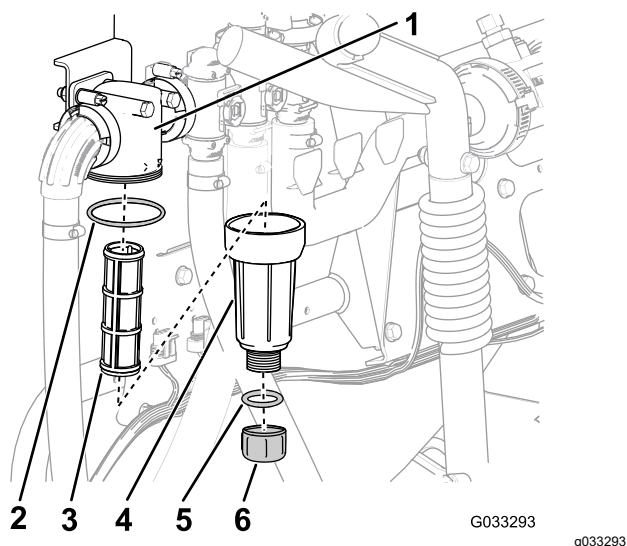

Figura 31
2. Alinhe um recipiente de escoamento debaixo do filtro de pressão (Figura 31).
3. Rode a tampa de drenagem no sentido contrário ao dos ponteiros do relógio e retire-a do recipiente do filtro de pressão (Figura 31).
4. Rode o recipiente no sentido contrário ao dos ponteiros do relógio e retire a cabeça do filtro (Figura 31).
5. Retire o elemento do filtro de pressão (Figura 31).
7. Verifique a junta do tampão de drenagem (localizado no interior do recipiente) e junta do recipiente (localizado no interior da cabeça do filtro) e veja se há danos e desgaste (Figura 31).
8. Instale o elemento do filtro de pressão na cabeça do filtro (Figura 31).
9. Instale o recipiente na cabeça do filtro apertando à mão (Figura 31).
10. Enrosque a tampa de drenagem na união na parte inferior do recipiente e aperte bem a tampa à mão (Figura 31).